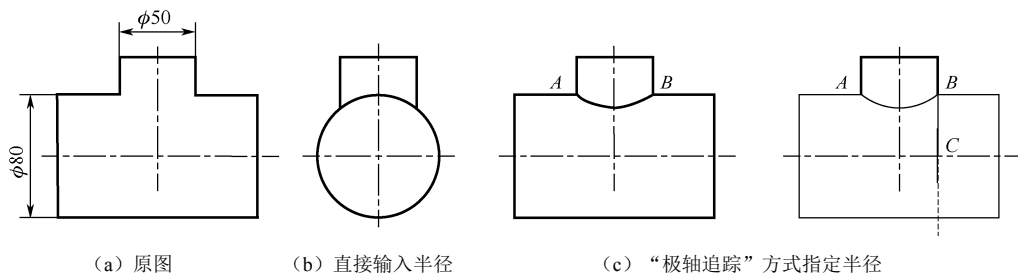

图 3-19 采用简化画法绘制两正交圆柱的相贯线
**例 3-2** 采用简化画法绘制如图 3-19 (a) 所示的两正交圆柱的相贯线。
绘制图 3-19 中的相贯线时，在选择了点  $A$ 、点  $B$  后，利用“极轴追踪”和“对象捕捉”功能，用选取方式选择点  $C$ （即以“极轴追踪”方式指定半径）能提高绘图速度，如图 3-19 (c) 所示。